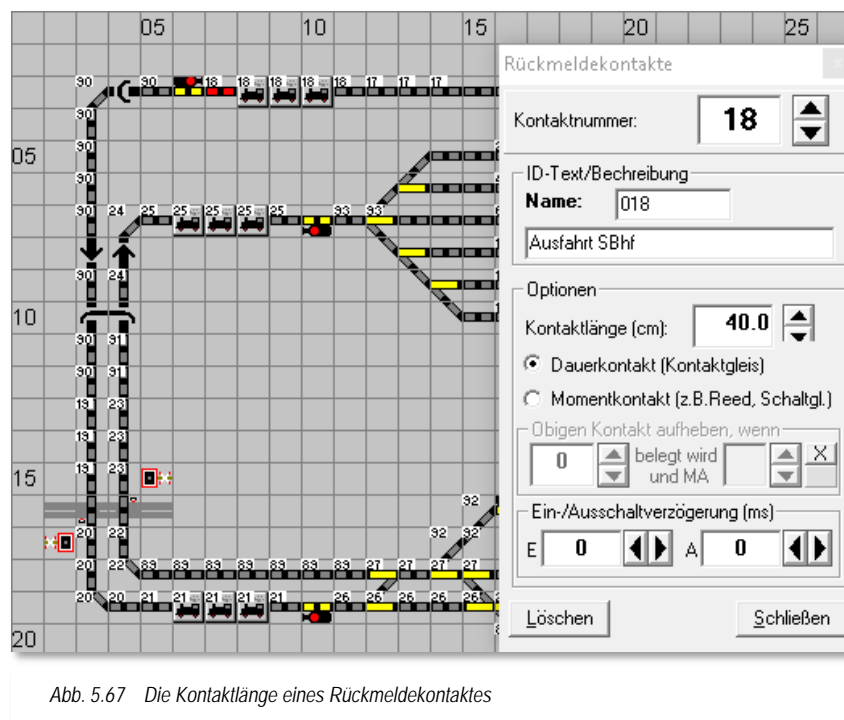

Abb. 5.67 Die Kontaktlänge eines Rückmeldekontaktes
Hier in Abb. 5.67 handelt es sich um den Halteabschnitt vor dem Ausfahrtsignal 1 des Schattenbahnhofs aus dem Demoprojekt. Die Länge der Strecke für den Kontakt (18) wurde hier mit 40 cm gemessen und eingetragen.
Die Beschreibung des Zugnummernfeldes sollten Sie hier unbedingt einfügen und dem Zugnummernfeld somit eine eindeutige Bezeichnung vergeben. In der beispielhaften Darstellung aus Abb. 5.67 wurde als Name für das Zugnummernfeld „018“, dies entspricht der Nummer des Rückmeldekontaktes, und als Beschreibung „Ausfahrt SBhf“ gewählt